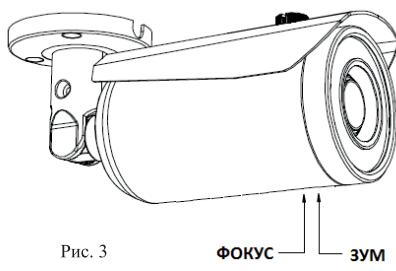

Рис. 3
2. Настройка угла обзора и резкости производится без разбора корпуса камеры. Винты регулировки расположены в нижней части камеры под объективом (см. рис. 3), обратите внимание на маркеры: винт настройки угла обзора обозначен буквой «Z», винт настройки фокусировки - «F». Для регулировки используйте отвертку, поворачивая винты по или против часовой стрелки.